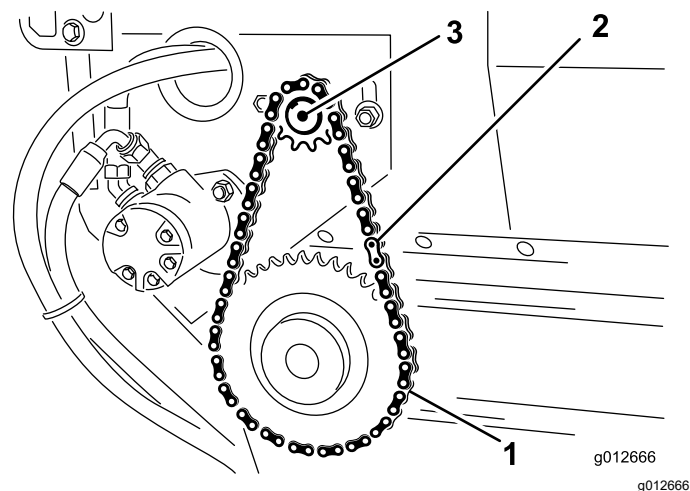

Figure 29
2. Retirez le maillon de fermeture de la chaîne et retirez la chaîne du petit pignon (Figure 29).